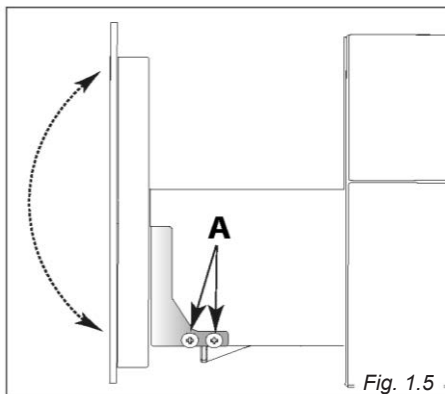

Fig. 1.5
- Frontpanelens lutning kan justeras genom att lossa skruvarna "A" (fig. 1.5). När panelen är parallell med både skåpet och fronten på den andra apparaten, dra åt skruvarna "A" (fig. 1.5) igen tills de sitter ordentligt fast.